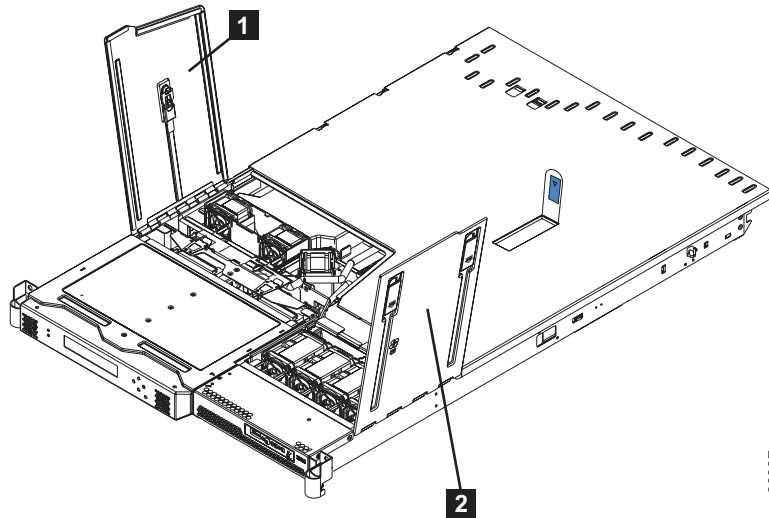

図 92. ファン・ドアを開いた状態の SAN ボリューム・コントローラー 2145-8F2 または SAN ボリューム・コントローラー 2145-8F4
4. ファン・ドア (121 ページの図 92 の **1**) を閉じて、ラック内にノードを戻します。